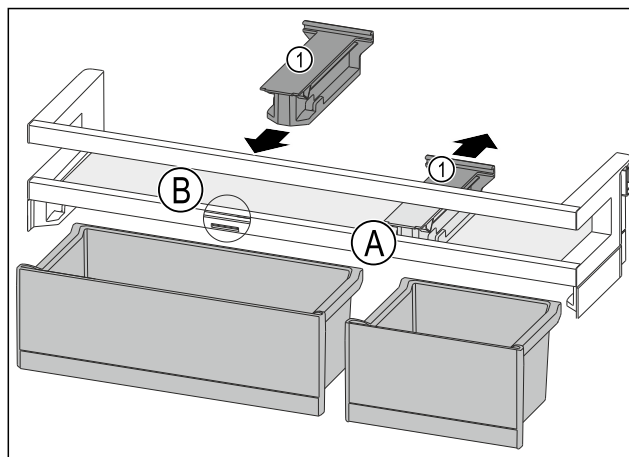

Fig. 89
- ▶ Pridržni dio Fig. 89 (1) u položaju Fig. 89 (A) skinite prema natrag.
- ▶ Pridržni dio Fig. 89 (1) umetnite u položaj Fig. 89 (B).